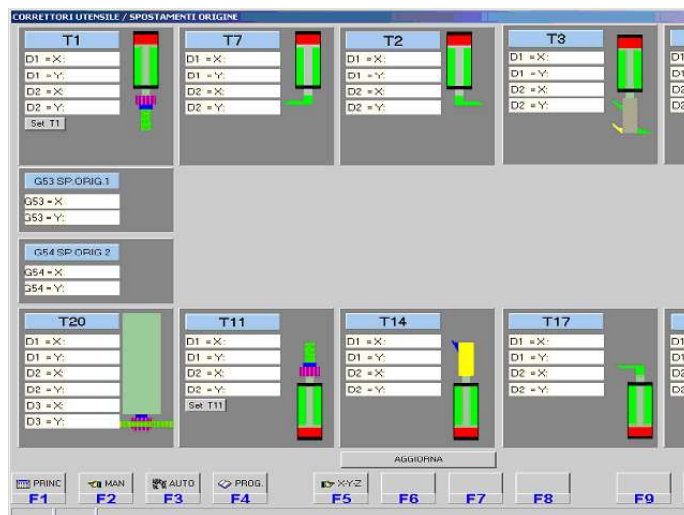

Fig. 10
i) Premere il tasto "jog+" per attivare l'utensile. Si ritorna nella videata di fig. 10 dove si vede che la punta è fuoriuscita.
i) Click on the "jog+" key to start the tool. Return is made to display page fig. 10 where the tip will be seen to have exited.
i) Pulsar la tecla "jog+" para activar la herramienta. Se vuelve a la pantalla de la fig. 10 en la que se ve que la broca ha salido.
i) Presser le bouton-poussoir « jog + » pour activer l'outil. Retour à la page-écran de la fig. 10 où l'on voit que la pointe est sortie.